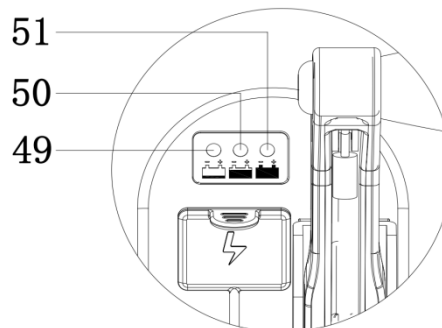

Abbildung 3
**ANZEIGEFENSTER DER LADEANZEIGELEUCHTE (wie in Abbildung 3 dargestellt)